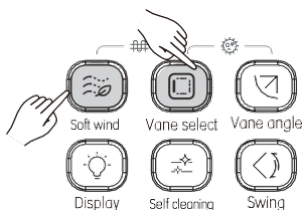

Figura 3.20
- 1) Pressione os botões  e  simultaneamente para ligar o aquecimento auxiliar (ver Figura 3.20) e o ecrã apresentará o símbolo de .